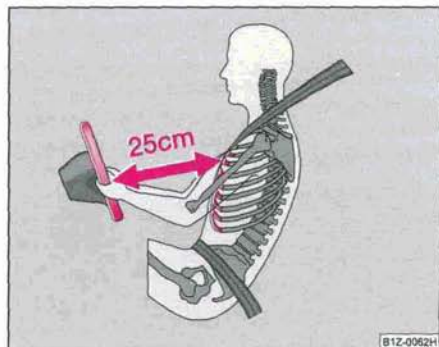

Fig. 159 Bonne distance par rapport au volant
- Il est important que le conducteur et le passager avant soient au minimum à 25 cm du volant et du tableau de bord ⇒ fig. 159. Les sacs gonflables ne peuvent pas vous protéger si vous en êtes plus près - danger mortel! Les sièges avant et les appuie-tête doivent en outre toujours être ajustés en fonction de la taille des personnes.